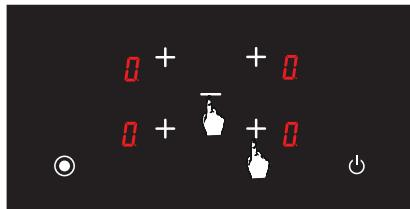

Рис. 7
3. Уровень мощности соответствующей варочной зоны можно установить с 1 по 9 и с 9 по 1 с помощью кнопок  и  (см. рис. 7).